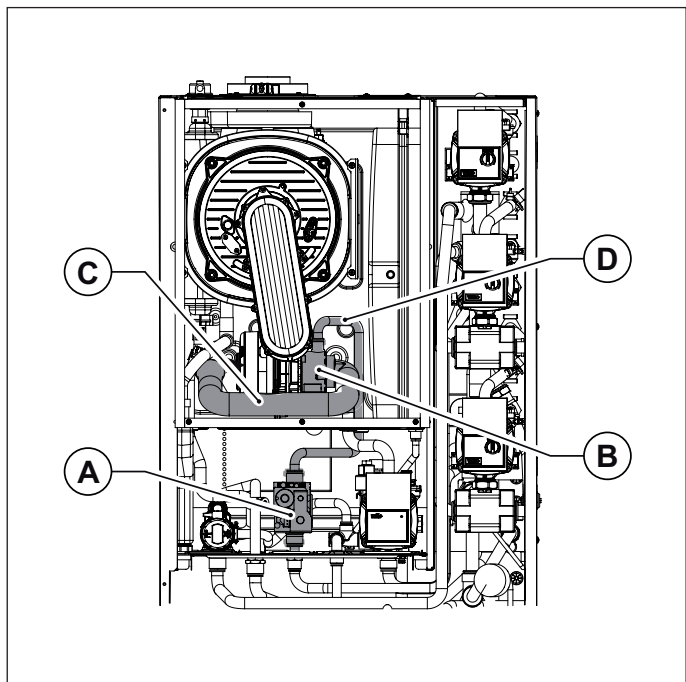

Fig. 34 Marmitta di aspirazione
- Rimuovere la marmitta di aspirazione, avendo cura di svitare prima la vite che la fissa al miscelatore (vedi Fig. 34 Marmitta di aspirazione).
- Scollegare il tubo gas dal miscelatore (vedi Fig. 34 Marmitta di aspirazione).